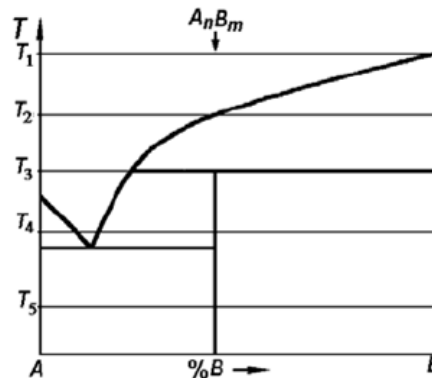

Рисунок 1.1.2 – Диаграмма состояния заданного сплава
3. Вычертите в масштабе диаграмму состояния системы, изображенную в задании (рис. 1.1.2), заполните диаграмму состояниями фазами и структурными составляющими. Опишите фазовые превращения в сплаве состава 50%B–50%A при медленном охлаждении. Определите для заданного сплава:
3. Вычертите в масштабе диаграмму состояния системы, изображенную в задании (рис. 1.1.2), заполните диаграмму состояния фазами и структурными составляющими. Опишите фазовые превращения в сплаве состава 20%B–80%A при медленном охлаждении. Определите для заданного сплава:
3. Вычертите в масштабе диаграмму состояния системы, изображенную в задании (рис. 1.1.2), заполните диаграмму состояниями фазами и структурными составляющими. Опишите фазовые превращения в сплаве состава 80%B–20%A при медленном охлаждении. Определите для заданного сплава: